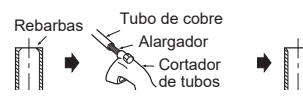

Fig. 3
- Ao ligar a mangueira de drenagem ao tubo rígido de cloreto de vinilo, certifique-se de que a insere firmemente no tubo. (Fig. 3)
- 2) Retire completamente todas as rebarbas da secção transversal de tubo. (Fig. 3)